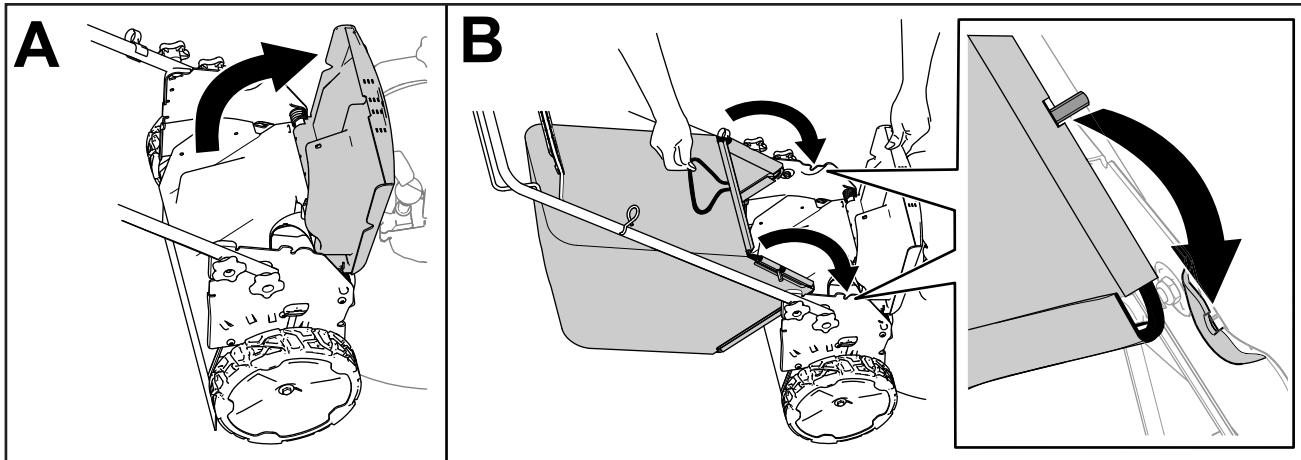

Figura 12
1. Levante el deflector trasero (Figura 12, A).
2. Introduzca los extremos de la varilla de la bolsa de recogida en las muescas de los soportes del manillar (Figura 12, B).